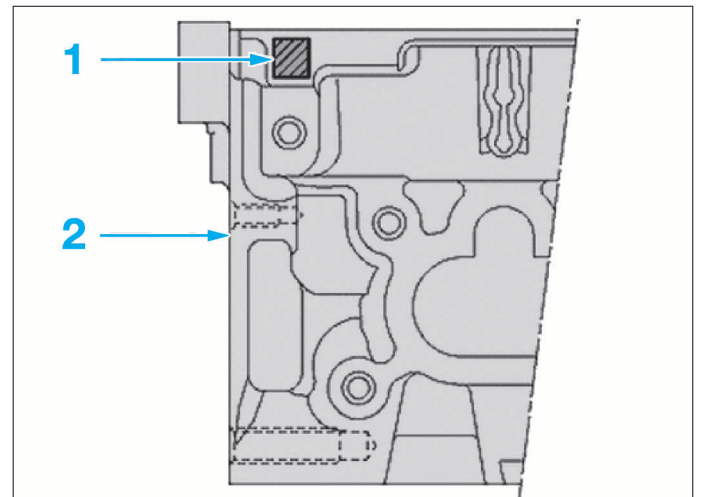

FIG. 2
Les culasses avec plan de joint rectifié sont repérées en (1) côté distribution (2) par un nombre " - 0,3 " (Fig.2)